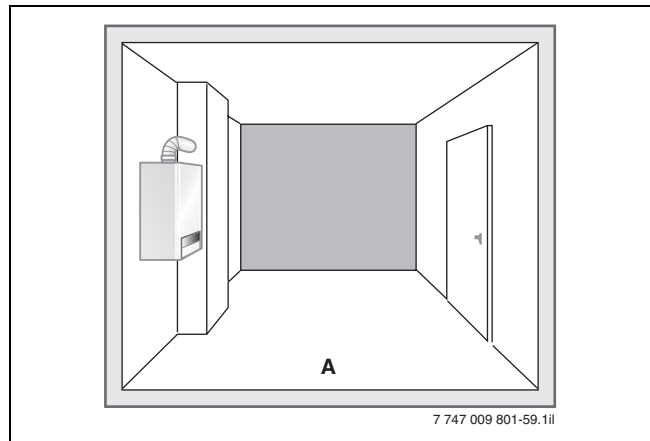
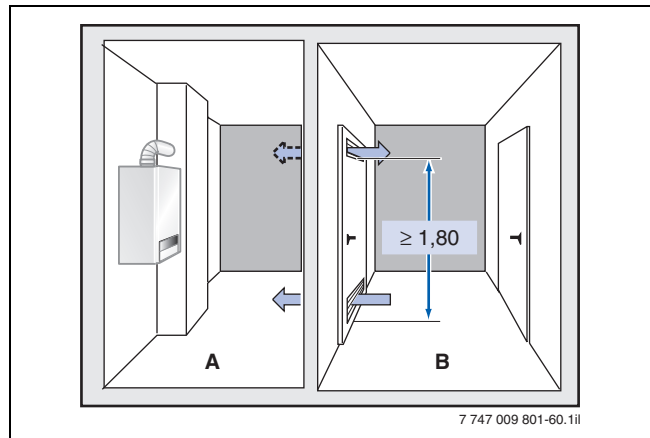

Bild 59 Mindestrauminhalt des Aufstellraums für U154
Bild 60 Minimale Raumanforderungen für U154 bei Verbrennungsluftverbund (Maße in m)
- Der Aufstellraum muss einen Rauminhalt (ein Luftvolumen) von mindestens 1 m^3 je 1 kW Gesamt-Nennwärmeleistung des Gas-Heizgeräts haben (→ Bild 59). Bei einer Raumhöhe von z. B. $2,5 \text{ m}$ entspricht diesem Luftvolumen eine bestimmte freie Grundfläche. Abhängig von der jeweiligen Leistung erfordern die Gas-Heizgeräte Logamax:
- U154-24 (K) eine Grundfläche von $9,6 \text{ m}^2$
- U154-20 (K) eine Grundfläche von $8,0 \text{ m}^2$
- Ist der Rauminhalt des Aufstellraums kleiner als 1 m^3 je 1 kW Gesamt-Nennwärmeleistung, muss ein zusammenhängender Luftraum der geforderten Größe durch zwei Öffnungen mit je 150 cm^2 freiem Querschnitt zu einem unmittelbar benachbarten Raum hergestellt werden. Die beiden Öffnungen von 150 cm^2 sind vorzugsweise oben und unten in Türen anzubringen (→ Bild 60).
Legende zu Bild 59:
Legende zu Bild 60: